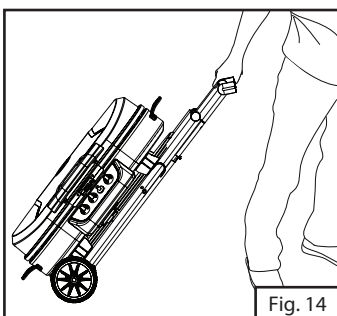

Fig. 14
13. Una vez que las patas estén enganchada en su posición, Voltee la parrilla para que la tapa quede de nuevo hacia arriba. Ahora puede mover la parrilla fácilmente a cualquier lugar del campamento o jardín sujetándola por la manija de remolque. (Fig. 14)